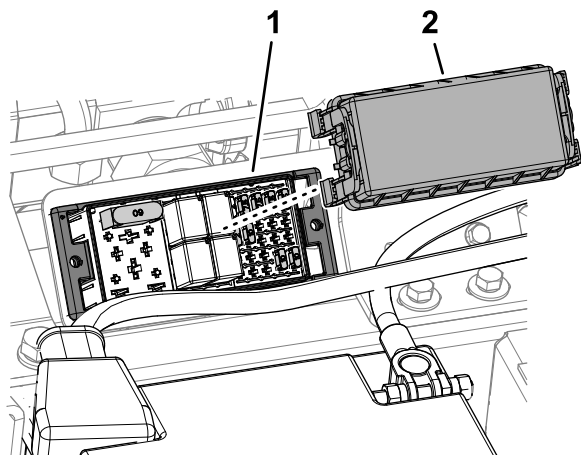

Figura 60
- 2. Retire la tapa del bloque de fusibles (Figura 60)
- 5. Instale la tapa del bloque de fusibles (Figura 60).